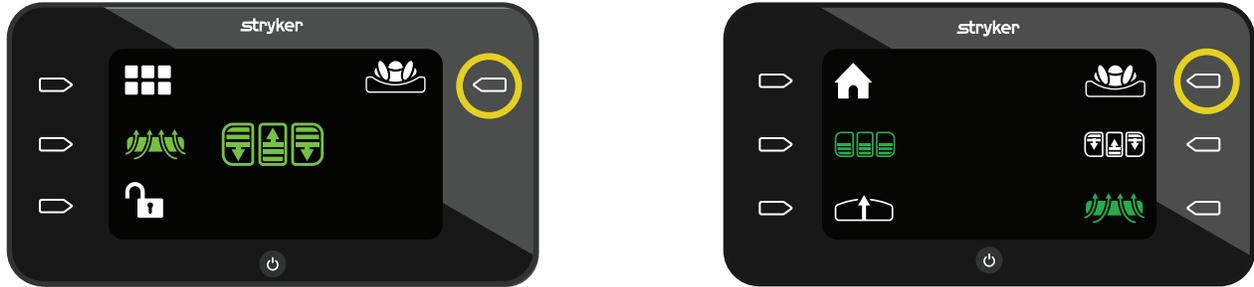

Figure 36 – Mode AST désactivé
1. Pour démarrer le mode AST, appuyer sur le bouton d'action en regard de l'icône **mode AST** (Figure 36).